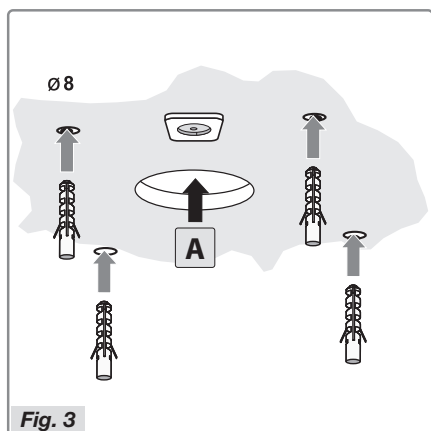

Fig. 3
- Forbered udløbsåbningen A (fig. 3).